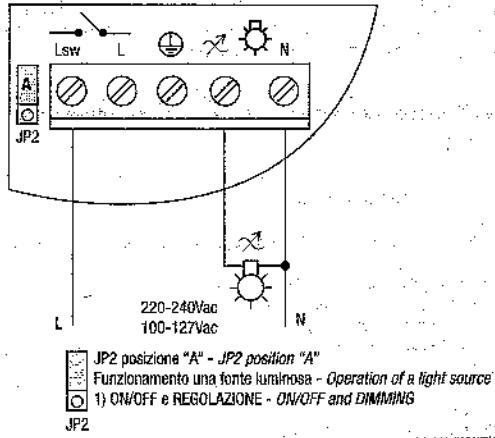

Fig. 2
- Fonctionnement 4 fils - deux sources lumineuses (Fig. 2). L'allumage et l'arrêt de la source lumineuse se produisent en appuyant sur l'interrupteur, le réglage s'effectue directement sur le curseur ; à proximité\* de la valeur minimum de réglage, le régulateur éteint automatiquement la charge.
- Betrieb mit 4 Drähten - zwei Lichtquellen (Abb. 2). Die Ein- und Abschaltung der Lichtquelle erfolgt durch Druck des Schalters, die Regelung erfolgt direkt am Cursor.
- Funcionamiento 4 cables - dos fuentes lumínicas (Fig. 2). El encendido y el apagado de la fuente lumínosa tienen lugar presionando el interruptor, la regulación se realiza directamente en el cursor;
- Betjening 4 ledninger - to lyskilder (fig. 2). Lyskilden tændes og slukkes ved at trykke på kontakten, justeringen af lyset foretages direkte på markøren. Tæt ved\* den minimale lysintensitet slukker dæmperen automatisk for ladningen.